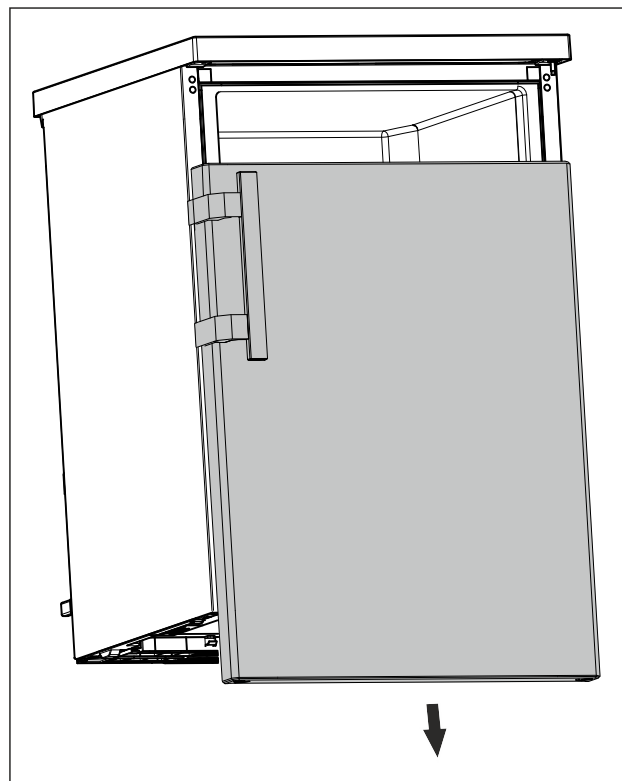

Fig. 13
- ▶ Tür nach unten abnehmen. (siehe Fig. 13)